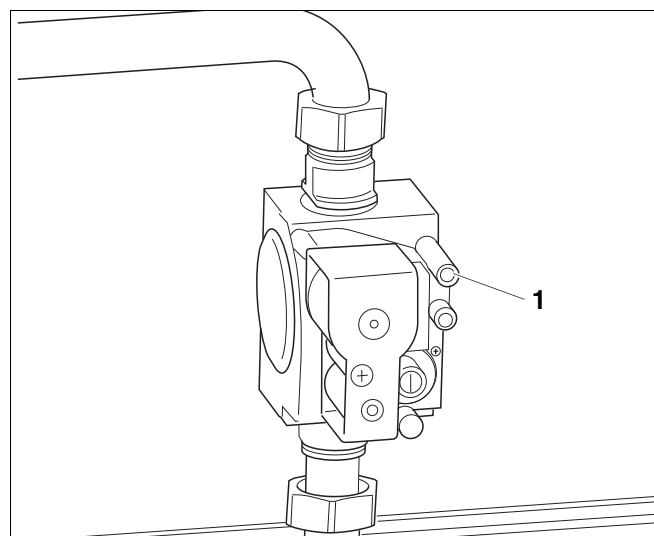

Рис. 50 Газовая арматура "SIT" 840 Sigma
- Снять измерительный шланг и вновь закрутить измерительный ниппель (Рис. 50, поз. 1).